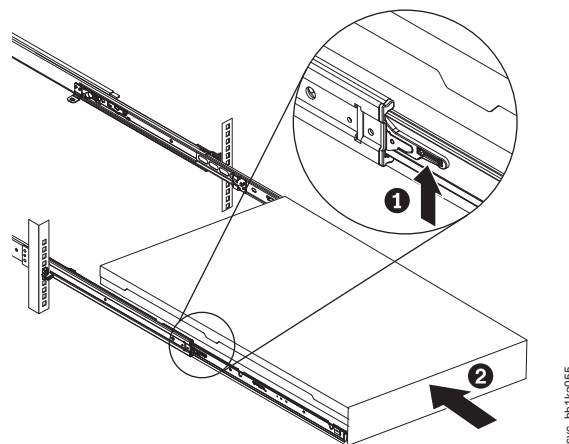

図 52. ラックのスライド・レールの 2145-CG8 または 2145-CF8 ロック・レバーを上げる
2. スライド・レール上のロック・レバー (図 52 の **1**) を上げて、サーバー **2** を、所定の位置にカチッと音を立てて収まるまで、ラック内に完全に押し込みます。